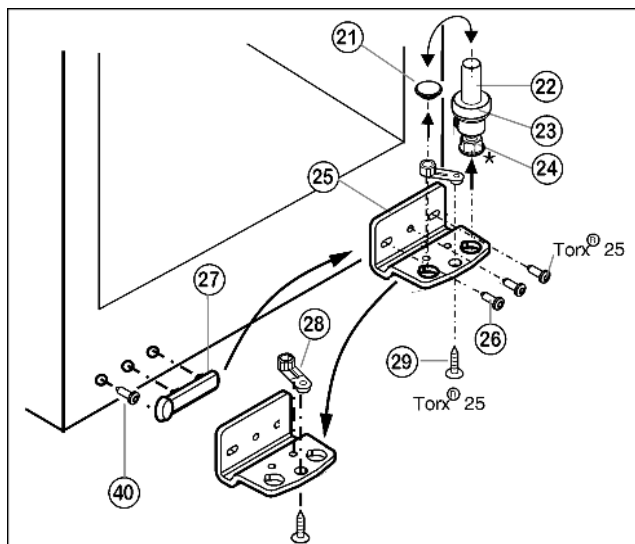

Fig. 5
- ▶ Извлеките опорный винт Fig. 5 (22) в комплекте с шайбой Fig. 5 (23) и регулируемой опорой\* Fig. 5 (24), вытягивая его вверх.
- ▶ Снимите пробку Fig. 5 (21).
- ▶ Открутите Fig. 5 (26) опорный кронштейн Fig. 5 (25).
- ▶ Открутите Fig. 5 (29) опорную деталь Fig. 5 (28) и, переставив в отверстие на противоположной стороне опорного кронштейна, снова прикрутите.
- ▶ Осторожно снимите и переставьте на противоположную сторону крышку со стороны ручки Fig. 5 (27) и винт Fig. 5 (40).
- ▶ Снова прикрутите опорный кронштейн Fig. 5 (25) на новой стороне шарнира (**с моментом 4 Нм**). При необходимости используйте аккумуляторный шуруповерт.
- ▶ Переставьте пробку Fig. 5 (21) в свободное отверстие.
- ▶ Вновь установите опорный винт Fig. 5 (22) в комплекте с шайбой и регулируемой опорой\*. При этом фиксатор должен быть направлен назад.
- ▶ Установите дверцу сверху на нижний опорный палец Fig. 5 (22).
- ▶ При необходимости выровняйте дверцы через два продольных паза в нижнем опорном кронштейне Fig. 5 (25) параллельно корпусу устройства. Для этого выкрутите средний винт.